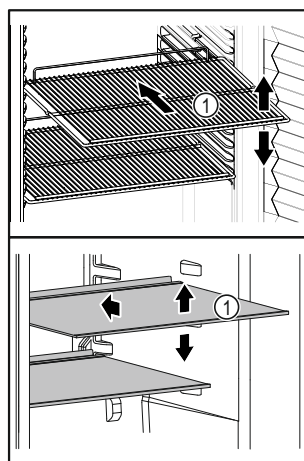

Fig. 10 Immagine a titolo di esempio
- ❑ Se i ripiani Fig. 10 (1) sono spostati, adattare i ripiani in base all'altezza.